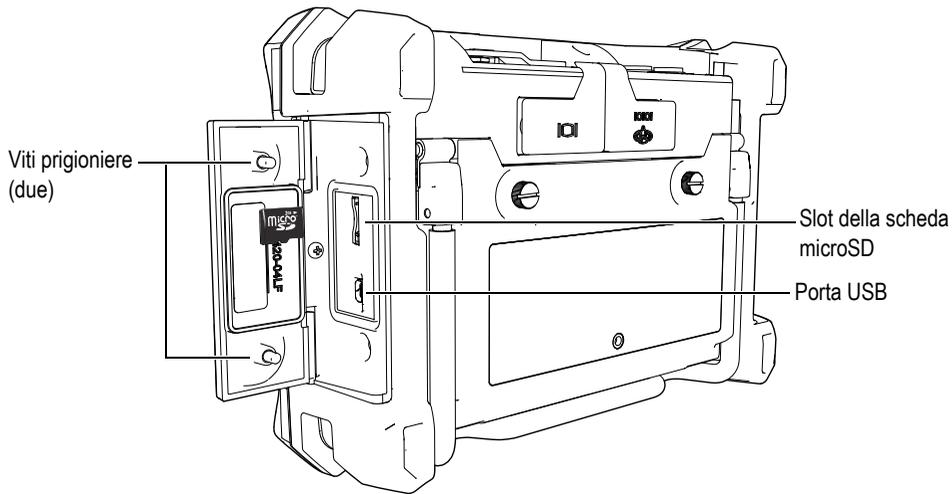

Figura 1-13 Installazione della scheda microSD
2. Allentare le due viti prigioniere e aprire lo sportellino I/O del Magna-Mike 8600 (vedere Figura 1-13 a pagina 40).